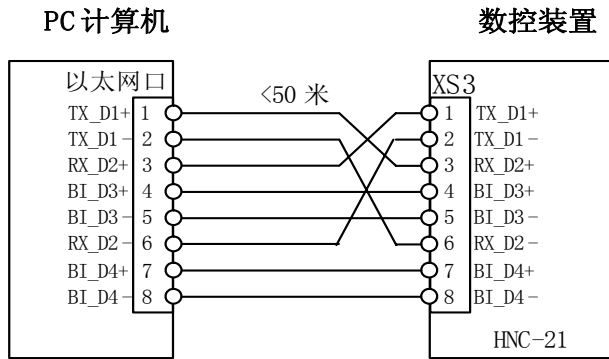

图 1.2 网线直连方式
- (1) 用网线直接与电脑连接（直连网线制作见图 1.2）；